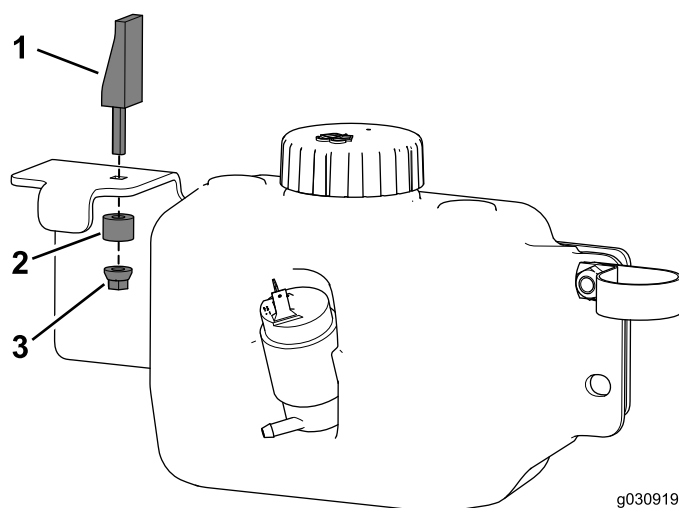

Figure 33
4. Posez le loquet à expansion sur le support du réservoir (Figure 33).